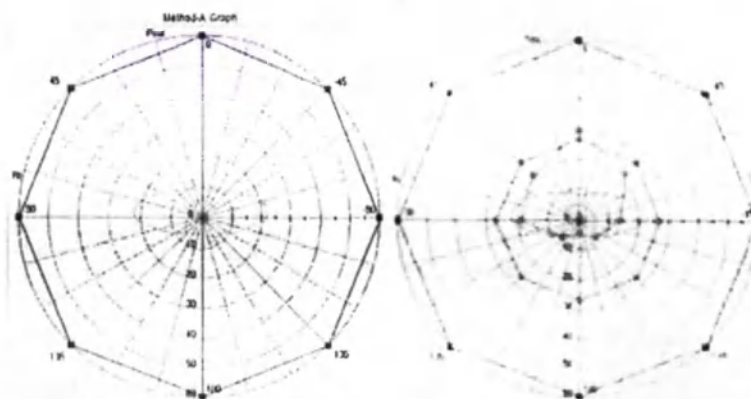

Рисунок 43 - «ResultGraph» («График результатов»). «Method-A Graph» («График Метода А»)
4. «Method-A Graph» («График Метода А») (рисунок 43) показывает результаты исследования по Методу А тестирования и отражает максимальный «Aslope» («Наклон») по протоколу. В «Легенде графика» отражается отличие «идеальных» результатов от реальных. Минимальное значение наклона определяется как наклон по протоколу тренировки.